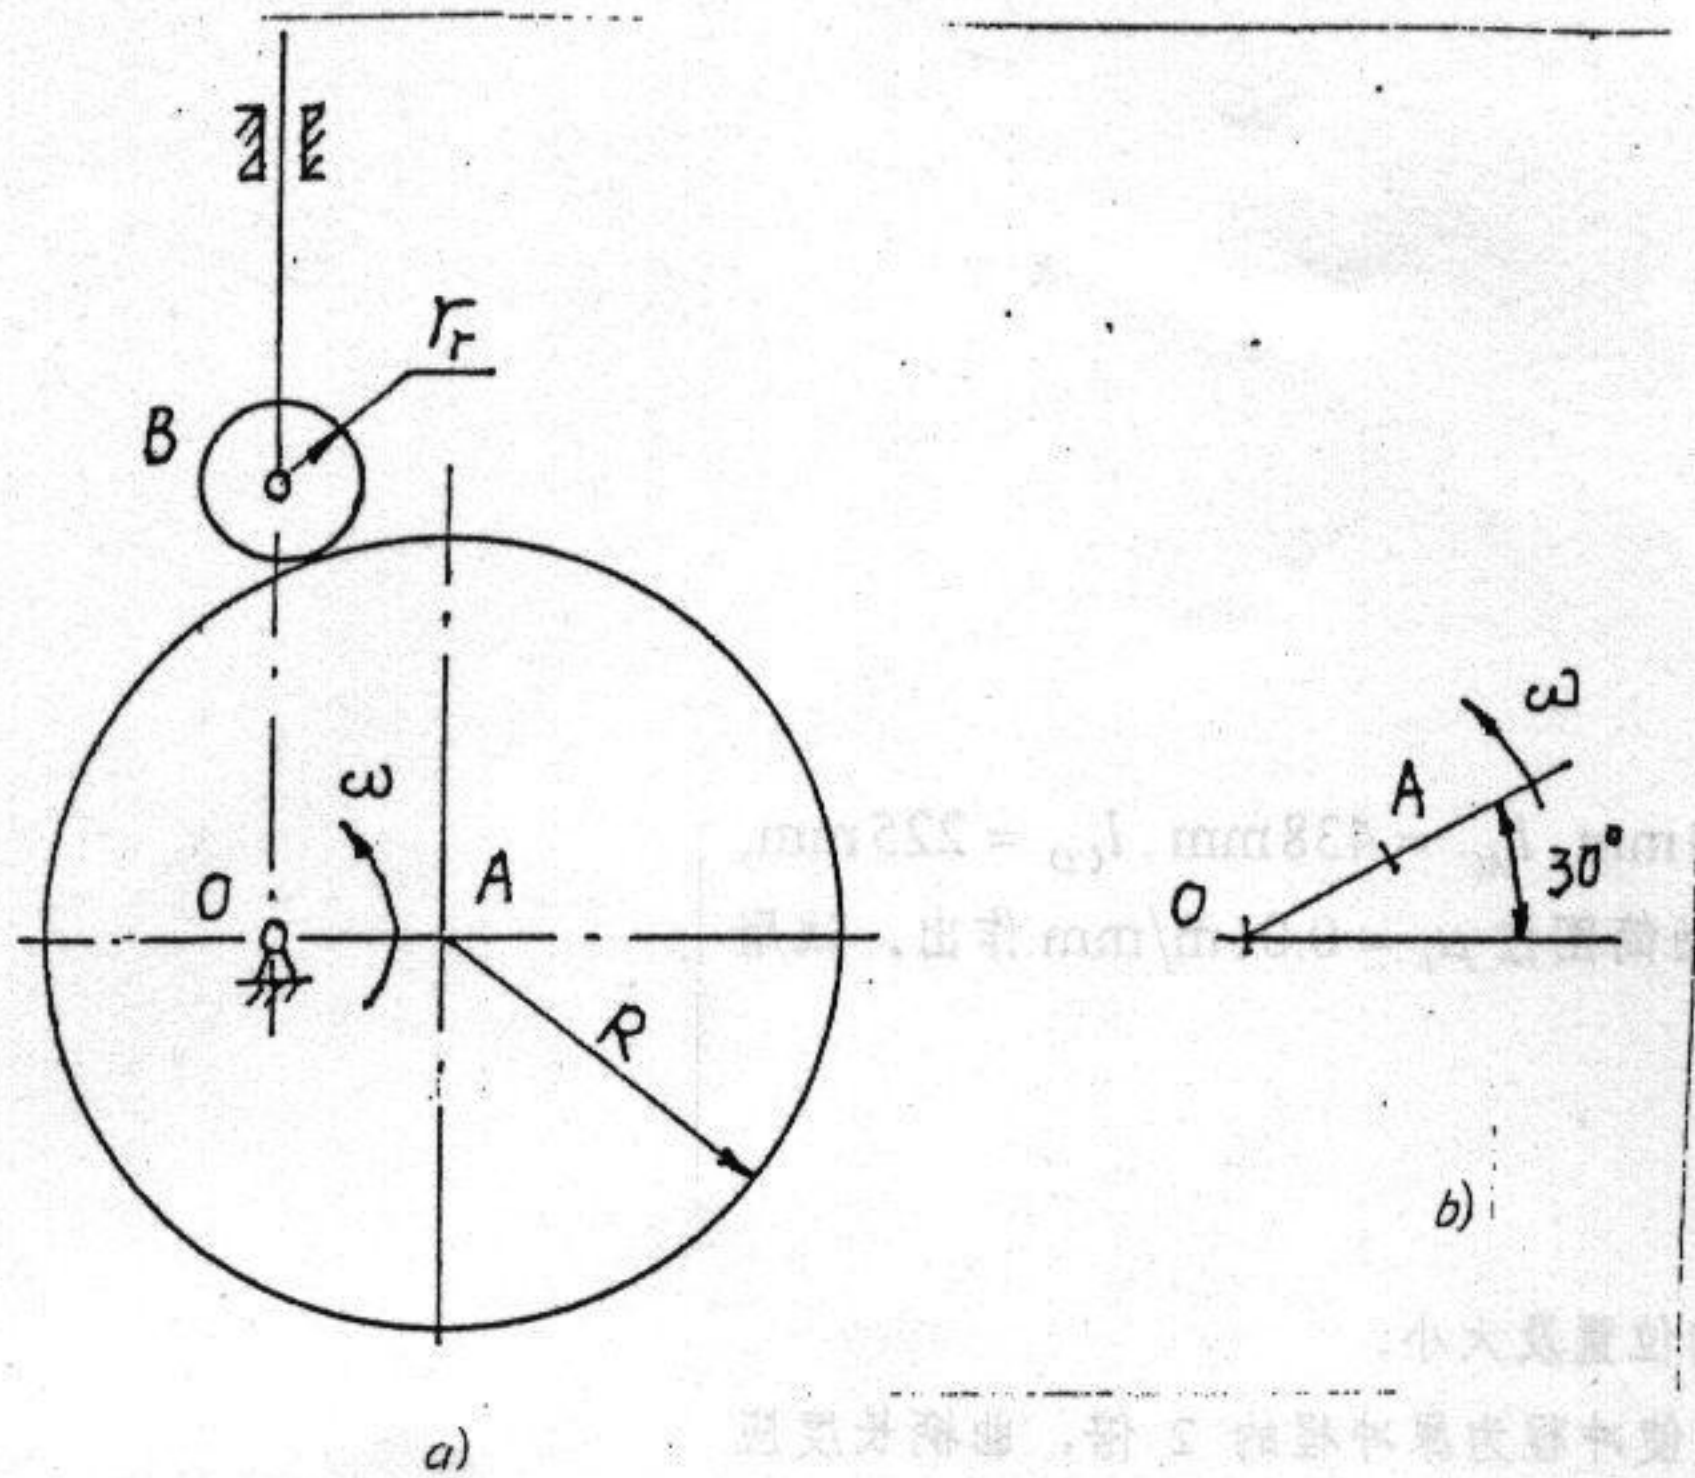

图 4
2. 图 4 a) 所示凸轮机构运动简图: (8 分)
(1) 在图上画出凸轮的理论轮廓曲线 β 、基圆, 标出图示位置时机构的压力角 α 及凸轮沿 ω 方向转过 90° 时从动件的位移增量 Δs ;
(2) 若 $OA=20\text{mm}$, $R=50\text{mm}$, 滚子半径 $r_r=10\text{mm}$, $\omega=10\text{rad/s}$, 试求当凸轮转至 OA 与水平方向的夹角为 30° 时 (如图 4 b) 所示) 从动件的移动速度 $v=?$ (方法不限)
2. 图 4 所示凸轮机传动示意图。(8分)
(1) 在图上画出凸轮的理论轮廓曲线，并画出基圆位置时机构的压力角及凸轮的自转方向转过 90° 时从动件的位移增量 Δs 。
(2) 若 $O_1A=20\text{mm}$, $R=50\text{mm}$, 滚子半径 $r=10\text{mm}$, $\omega=10\text{rad/s}$, 试求凸轮转过 O_1A 与水平方向夹角为 30° 时 (如图 4 所示) 从动件的移动速度 v 。(方向不限)